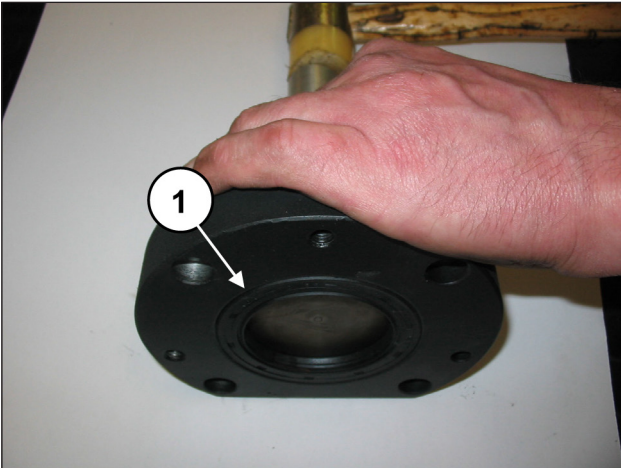
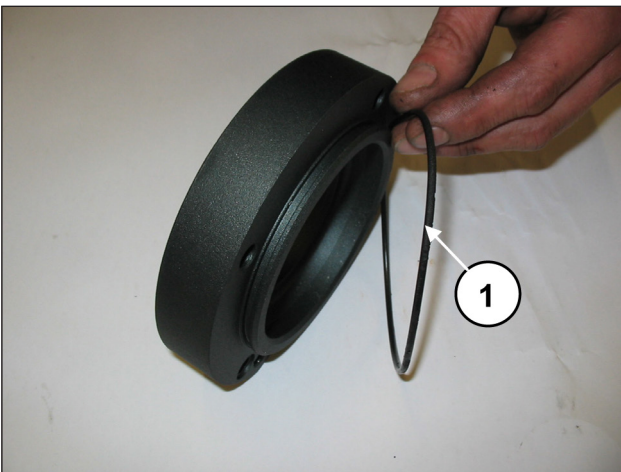
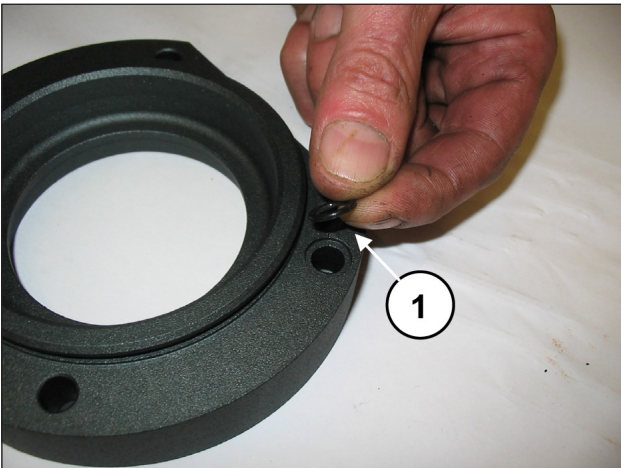

Abb. 28
Abb. 29
Abb. 30
Entfernen Sie den radialen Dichtring (Pos. ①, Abb. 28) den äußeren O-Ring (Pos. ①, Abb. 29) und den O-Ring der Schmierbohrung (Pos. ①, Abb. 30).